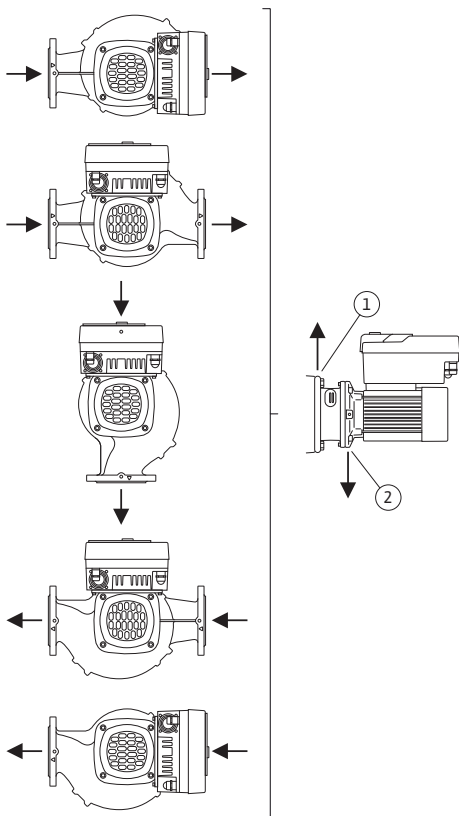

Fig. 9: Tillåtna monteringslägen med horisontell motoraxel
De tillåtna monteringslägena med horisontell motoraxel och elektronikmodul uppåt ( $0^\circ$ ) visas i Fig. 9.
Avluftning av pumpen garanteras optimalt om avluftningsventilen pekar uppåt (Fig. 9, pos. 1).
I denna position ( $0^\circ$ ) kan det kondensat som bildas föras bort via ett tillgängligt borrhål, pumplanterna samt motor (Fig. 9, pos. 2).